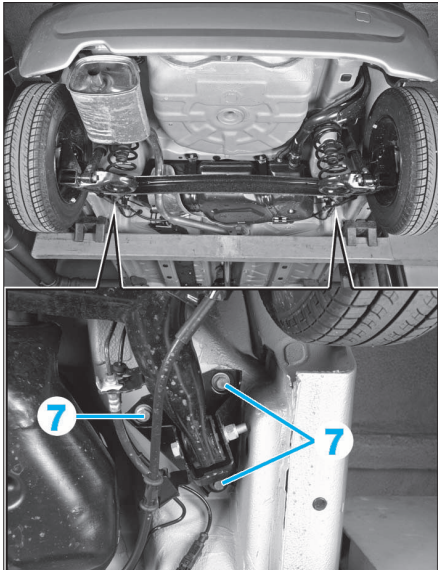

FIG. 32
- De chaque côté, déposer les vis de fixations (7) de l'essieu AR (Fig.32).